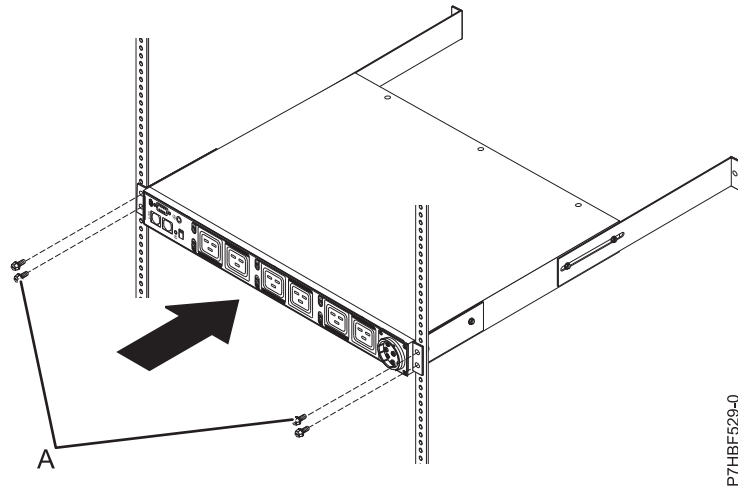

Figura 43. Fijación de la parte frontal de la PDU+ o Intelligent Switched PDU en el bastidor
13. Fije las piezas de montaje largas y el panel de relleno vacío (A) al armario del bastidor siguiendo estos pasos:
- c. Quite los dos tornillos M6 (A) si se utilizan tuercas enjauladas, o los tornillos M5 que fijan la PDU, PDU+ o Intelligent Switched PDU a los rebordes del bastidor.
- h. Alinee el extremo del modelo de PDU, PDU+ o Intelligent Switched PDU con las piezas de sujeción de montaje cortas con la parte exterior de los rebordes del bastidor. Asegúrese de que los rieles se alineen correctamente con el bastidor frontal. De no se así, marque y reajuste la longitud de los rieles de montaje quitando la PDU, PDU+ o Intelligent Switched PDU y repitiendo los pasos 13b a 13g. Utilice dos tornillos M6 (A) si se utilizan tuercas enjauladas o tornillos M5 si se utilizan clips de tuerca por pieza de sujeción para acoplar las piezas de sujeción a los clips de tuerca en los rebordes posteriores del bastidor.
- j. Alinee el panel de relleno vacío (A) en el exterior de los rebordes del bastidor, tal como se muestra en la Figura 43.